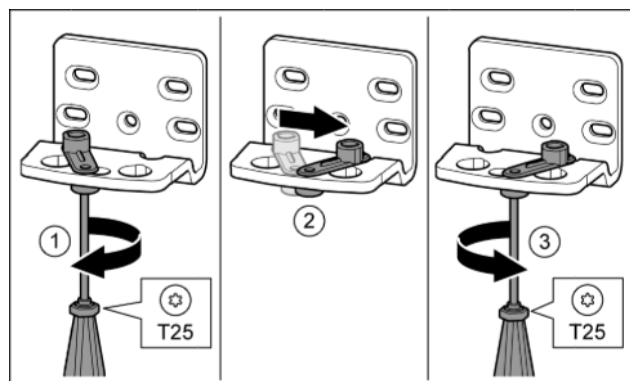

Fig. 15*
- Visser la vis sans serrer avec un tournevis T25. Fig. 15 (1)*
- Soulever le ressort de fermeture et le tourner de 90° à droite dans l'alésage. Fig. 15 (2)*
- Serrer la vis avec un tournevis T25. Fig. 15 (3)*